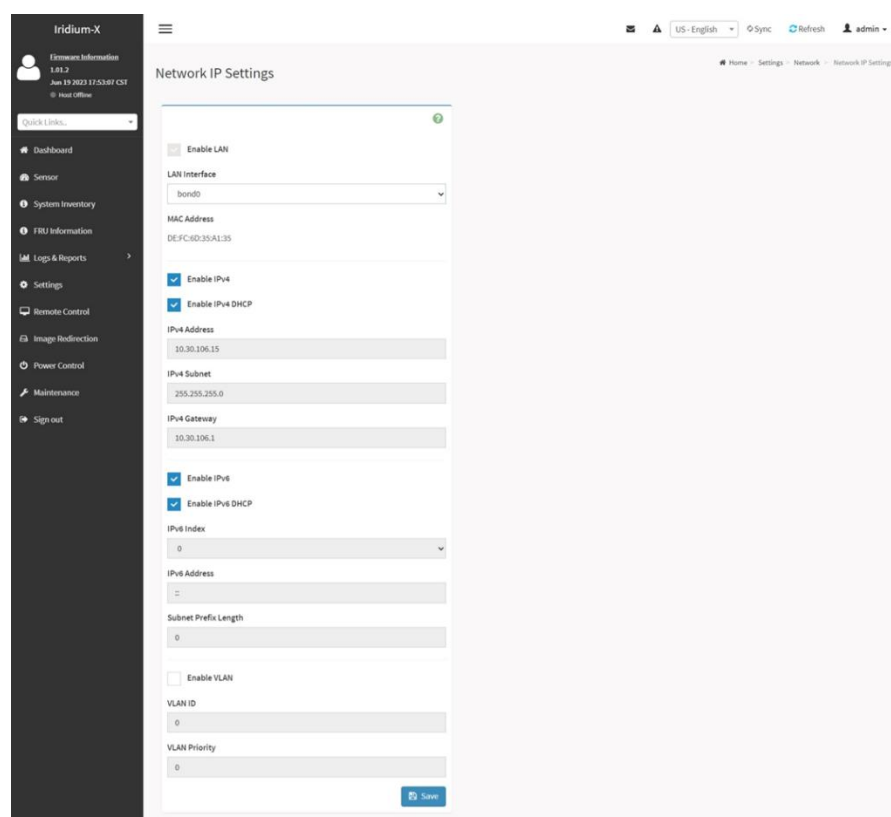

Рисунок 50 – Страница настройки IP адресов ВМС
3) После перехода во вкладку «**Network IP Settings**», открывается страница настройки IP адресов ВМС. По умолчанию активированы настройки DHCP (стоит галочка Enable IPv4 DHCP), можно снять галочку и внести свои настройки* (см. Рисунок 50).